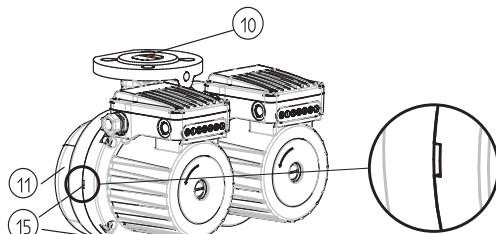

Fig.3
- Pompele GHND (basic, auto), GHNDM (basic, auto) au carcă hidraulică dublă (Fig.3 – POS.11), aici este înglobată o clapă oscilantă (Fig.3 – POS.10), care basculează automat, depinzând de direcția debitului uneia sau celeilalte pompe.